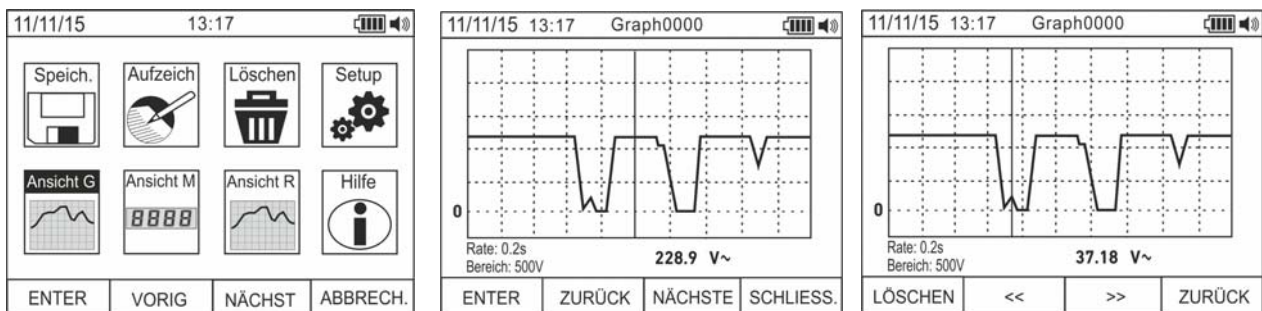

Abb. 18: Aufruf von Graphen im Display
27. Benutzen Sie die **F2** oder **F3** Tasten zur Auswahl des Symbols "Siehe G" und drücken Sie die **F1** Taste (siehe Abb. 18 – linker Teil).
28. Benutzen Sie die **F2 (VORIG)** oder **F3 (NÄCHST)** Tasten zur Auswahl der gewünschten Grafik, die im Speicher des Gerätes abgespeichert wurden und drücken Sie die **F1 (ENTER)** Taste, um den Graph zu öffnen (siehe Abb. 18 – Mitte).
29. Benutzen Sie die **F2 (<<)** oder **F3 (>>)** Taste, um den Cursor im Graph zu bewegen, und betrachten Sie den entsprechenden Wert im Unterteil des Displays (siehe Abb. 18 – rechter Teil).